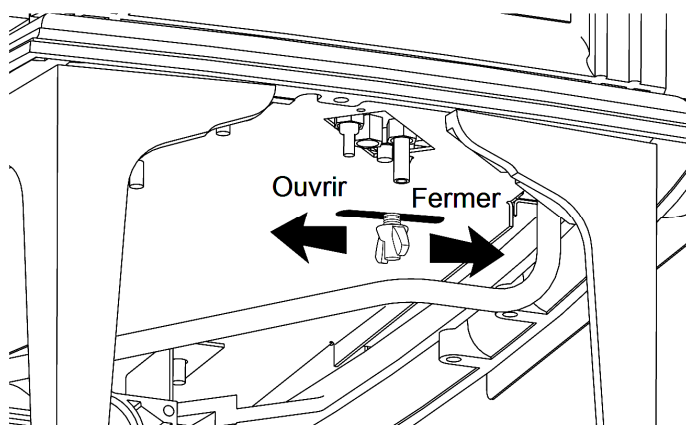

Figure 30.
1. Regardez sous le côté droit du poêle et desserrez l'écrou à oreilles situé le plus près de vous. Voir la fig. 30. Glissez la tige filetée vers l'avant pour ouvrir l'obturateur d'air, ou poussez-la vers l'arrière pour restreindre le débit d'air. Ajustez par de petits changements d'ouverture à chaque fois.